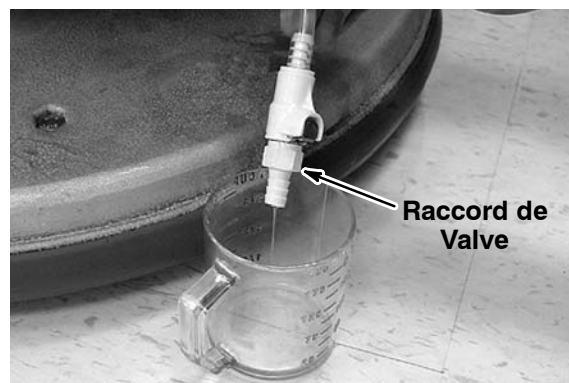

FIG. 58
5. Déconnectez l'extrémité opposée du tuyau d'alimentation FaST au niveau du clapet de non-retour blanc et videz le détergent du tuyau (Figure 58). Connectez à nouveau le clapet de non-retour, après le vidage. Pour accéder au dispositif d'injection, retirez le carénage avant.